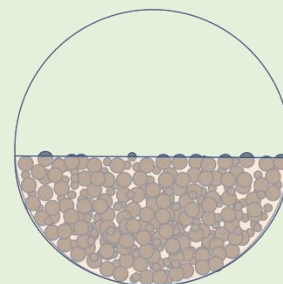

Figura 2. Criterio de carga mínima.
- a) **Criterio de carga mínima.** El volumen de barbotina mínimo ( $V_{\min}$ ) debe llenar siempre todos los huecos existentes entre los cuerpos molturantes (figura 2). Fíjate que si obtenemos menos barbotina, cuando el molino gire se darán muchos impactos entre bolas, que sólo producen desgaste de éstas, pero no molienda.